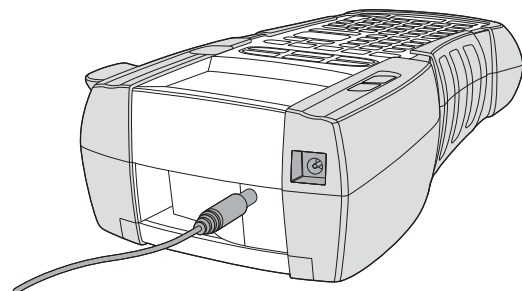

Figura 3
1. Enchufe el adaptador de alimentación al conector de alimentación situado en la parte superior de la impresora. Consulte Figura 3.